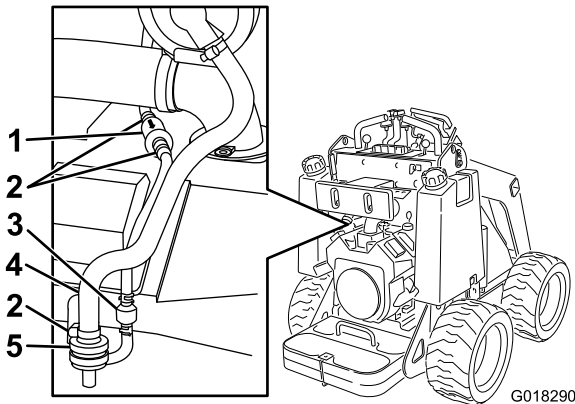

Figure 22
2. Desserrez le collier au-dessus du filtre à air à charbon actif (Figure 22).
3. Déposez le filtre à air et mettez-le au rebut (Figure 22).
4. Posez un filtre neuf dans le flexible et fixez-le en place avec le collier (Figure 22).
2. Éloignez du filtre les colliers de flexible à ressort de chaque côté du filtre à charbon actif de tuyau de purge (Figure 22).
3. Déposez le filtre à charbon actif et mettez-le au rebut (Figure 22).
4. Posez un filtre neuf dans le flexible en dirigeant la flèche située dessus vers le clapet antiretour et fixez-le avec les colliers (Figure 22).